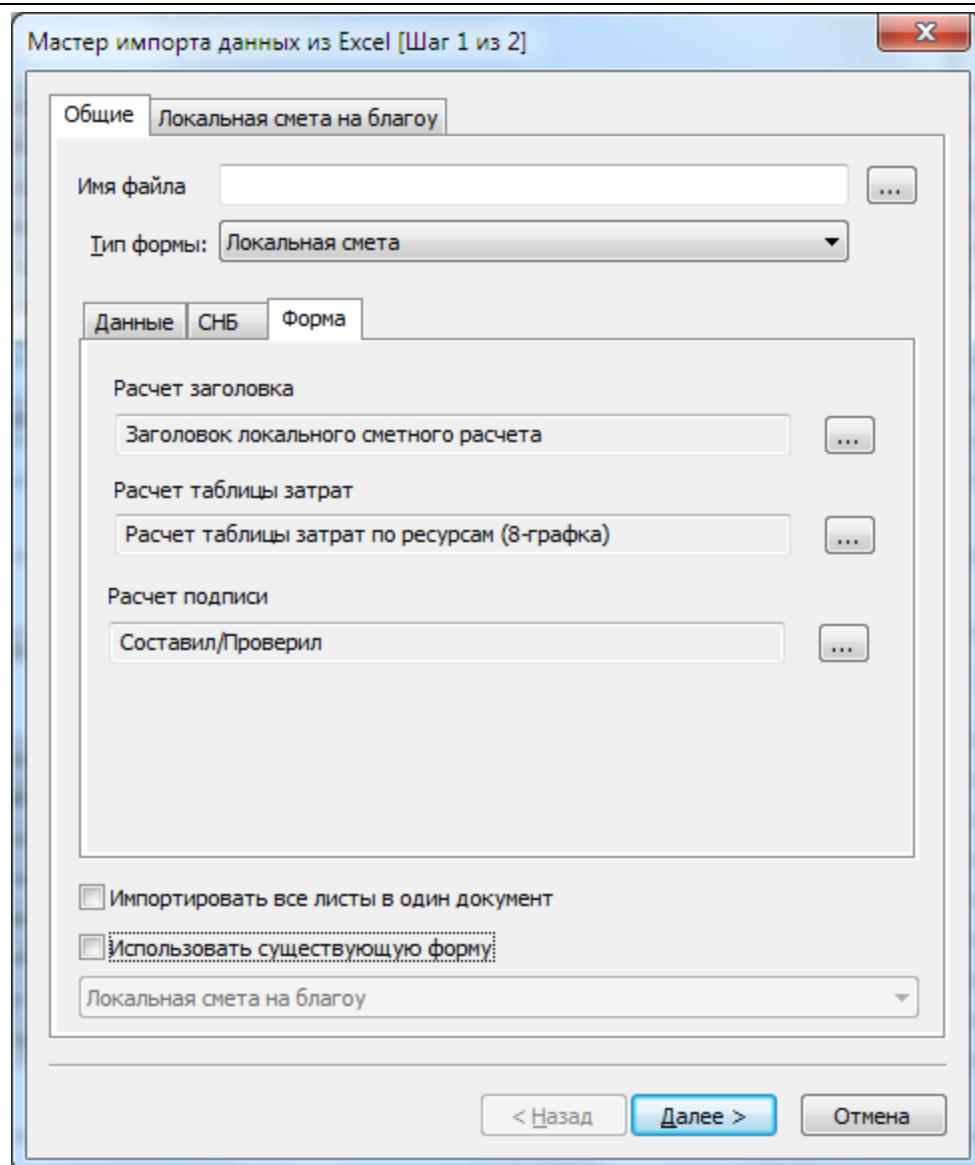

Рис. 7.5 Диалоговое окно Мастер импорта из Excel (шаг 1), вкладка Форма
- Вкладка **Форма** (рис. 7.5) предназначена для выбора типа расчетов, которые будут содержаться в создаваемой форме. Выбор расчетов производится при помощи кнопки **Обзор**.